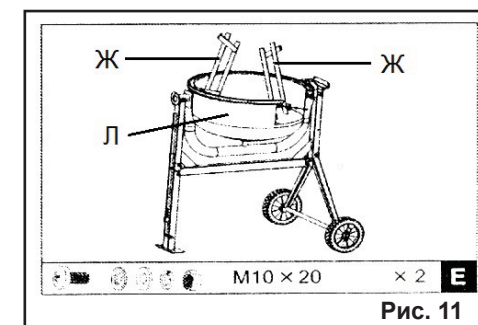

Рис. 11
6.5. Из пакета **E** достаньте крепеж, установите смесительные лопасти (Ж) внутрь ёмкости (нижней части) (Л), как показано на Рис. 11. Два отверстия предусмотрены в основании ёмкости (нижней части) (Л), в которые с внешней стороны устанавливаются болты М10х20. Не до конца закрепите на болтах гайки М10 с шайбами с внутренней стороны ёмкости (для дальнейшего монтажа верхних частей лопастей (Ж) с верхней ёмкостью (М)).